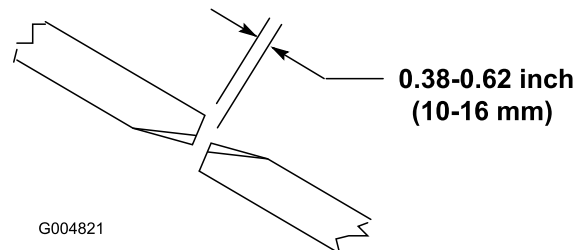

Bild 24
Für den ordnungsgemäßen Betrieb des Mähwerks muss ein 10 bis 16 mm Abstand zwischen den Messerspitzen des seitlichen und mittleren Mähwerks bestehen (Bild 24).
2. Drehen Sie ein mittleres und ein daneben befindliches seitliches Messer, sodass die Messerspitzen ausgerichtet sind. Messen Sie den Abstand zwischen den Messerspitzen, der Abstand sollte ungefähr 10 bis 16 mm betragen (Bild 24).